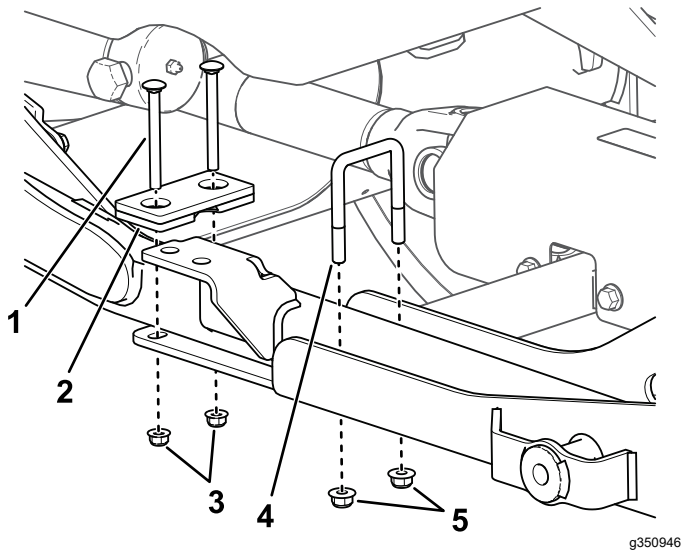

図 12
2. 図 12 のように、昇降アームを取り付けプレートアセンブリの高さに合わせ、トラクションユニットの駐車ブレーキを掛け、エンジンを停止し、キーを抜き取り、各部が完全停止するのを待つ。
3. 昇降アームの後部を、取り付けプレートアセンブリに固定する付属のUボルト、ストッププレート、キャリッジボルト、ロックナットを使用する図 12。